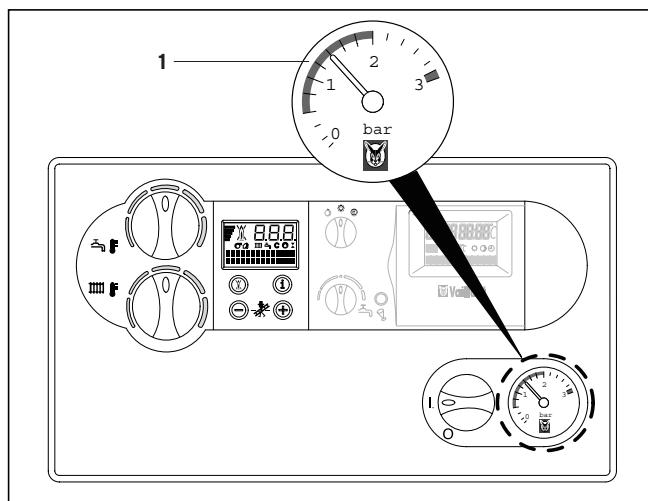

Fig. B.4: Kontrol af vandtrykket
4.2.2 Kontrol af vandtryk (fig. B.4)
- Kontrollér vandtrykket (driftstrykket) i anlægget på manometeret (1). For at centralvarmeanlægget fungerer korrekt skal viseren på manometeret (1) stå i området mellem 1,0 og 2,0 bar for driftstrykket, når anlægget er koldt. Står viseren under 0,8 bar, så fyld tilsvarende vand på. Hvis centralvarmeanlægget strækker sig over flere etager, og kedlen befinner sig i kælderen, kan højere værdier på manometeret være nødvendige af hensyn til anlæggets vandtryk. Spørg VVS-installatøren om dette.